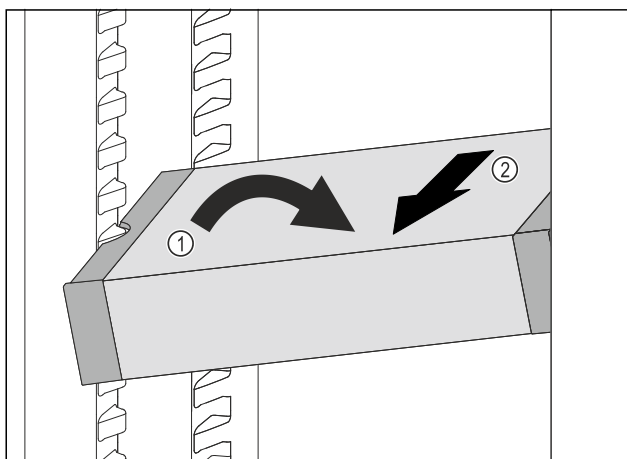

Fig. 161
- Incliner le VarioSafe dans la partie réfrigérateur. Fig. 161 (1)
- Sortir le tiroir VarioSafe par l'avant. Fig. 161 (2)